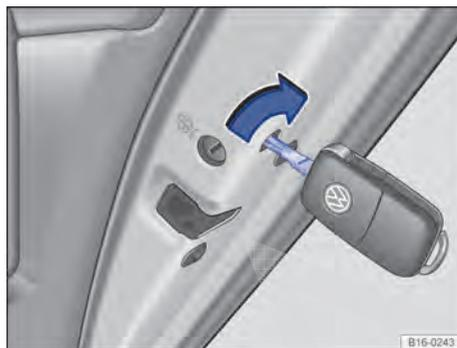

Fig. 216 Na parte dianteira da porta traseira direita: travamento de emergência do veículo com a chave do veículo.
- Inserir a haste da chave na fenda que se encontra atrás da abertura e girar na porta direita no sentido horário → Fig. 216 (seta), analogamente na porta esquerda girar no sentido anti-horário.